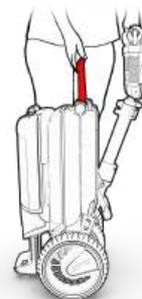

Figura 7
5. Tenere ATTO sia per la maniglia principale che per il manubrio (vedere Figura 7).